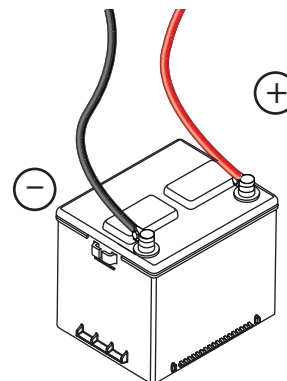

Figura 4-9. Cables de batería
5. Vea la Figura 4-9. Inspeccione los bornes y cables de la batería para verificar el apriete y buscar corrosión. Apriete y limpie como sea necesario.